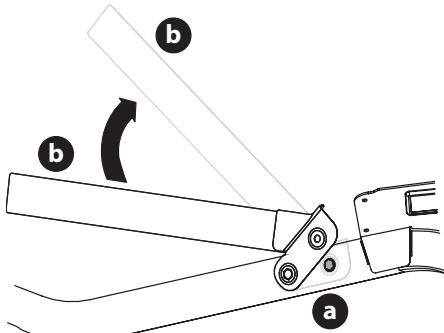

Figure 3
1. Retirez les deux boulons (a) partiellement installés sur le châssis (Figure 3).
2. Tournez l'arceau (b) pour la mettre en position (Figure 3).